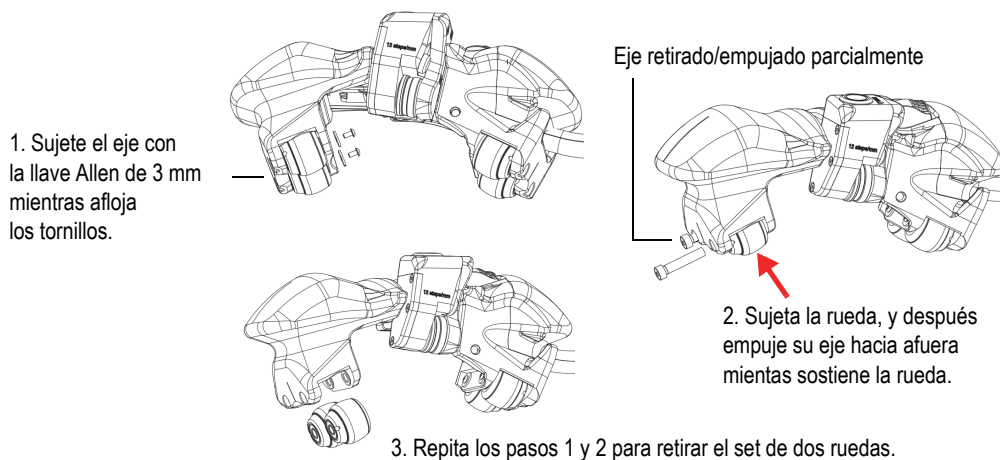

Figura 5-1 Reemplazo de una rueda
1. Use una llave Allen de 3 mm para sujetar el eje y una llave Allen de 2 mm para retirar el tornillo de la rueda que necesita reemplazar (vea la Figura 5-1 en la página 57).